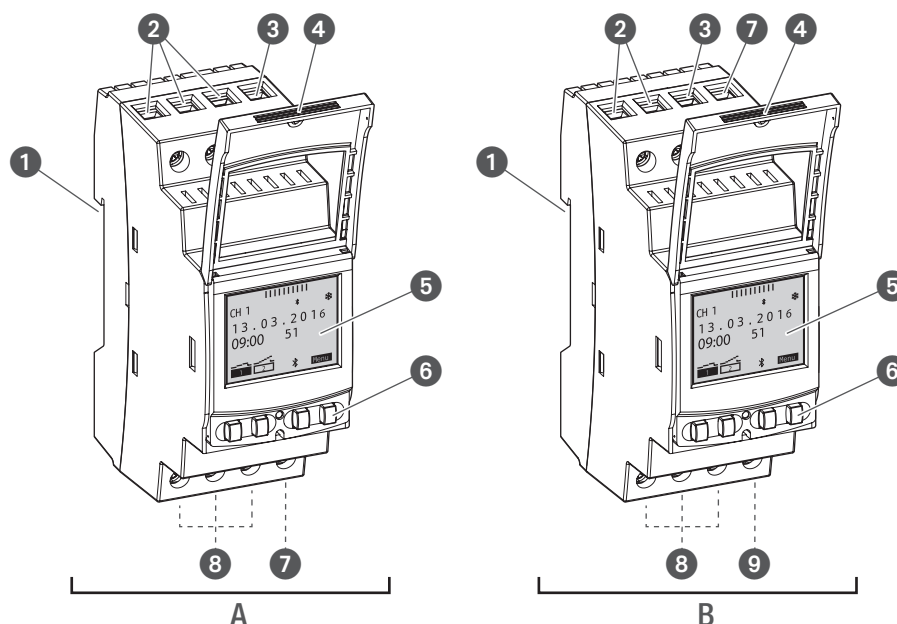

Fig. 1: Interruptor horario de carril DIN
El interruptor horario de carril DIN es un interruptor horario que puede montarse en un carril DIN (Fig. 1/①) por medio de un sistema de montaje rápido; sirve para controlar el aparato conectado a él. El interruptor horario de carril DIN dispone de 1 o 2 canales y se maneja a través de un display (Fig. 1/⑤) con 4 botones de mando (Fig. 1/⑥). El interruptor horario de carril DIN puede programarse manualmente o desde un dispositivo móvil. La frecuencia de la señal de radio es de 2,4 GHz y la potencia máxima de emisión de 1,8 mW.